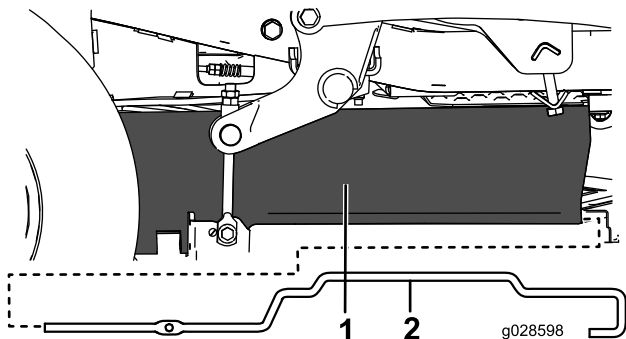

Figura 8
2. Inserte la varilla de soporte nueva en el faldón (Figura 8).